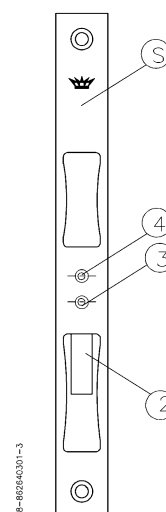

Bild 8. Hebel (2) darf nicht am Schließblech (S) schaben
- **Prüfen Sie die Einbaulage von Riegelschaltkontakt (1) und Hebel (2)**
- Beim Betätigen des Hebels (2) darf dieser nicht am Schließblech (S) schaben. **Falls doch**, Hebel abziehen und nacharbeiten. (Bild 8)